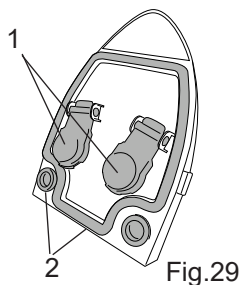
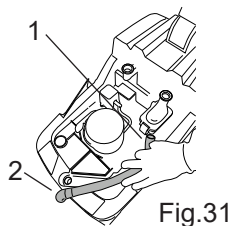

Fig.29
Fig.31
- Draai het deksel om en controleer of de vlotters vrij kunnen bewegen (Fig.29-Ref.1).
- Reinig de pakkingen met een vochtige doek (Fig.29-Ref.2).
- Maak de slang van de variabele inlaatklep (Fig.31-Ref.1) en het voorste zuigrubber (Fig.29-Ref.2) los.